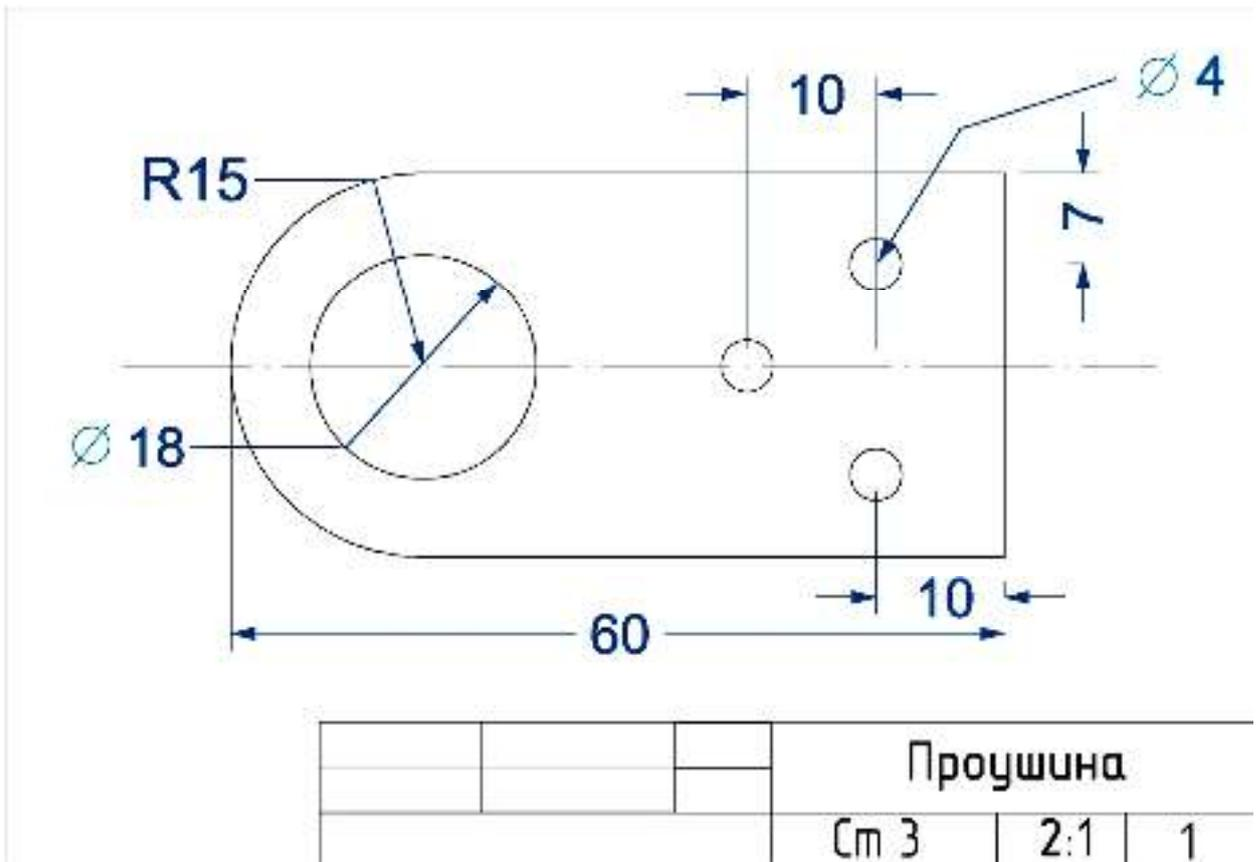

Рис. 1. Чертеж Проушина
2. По чертежу изготовить деталь Проушина (рис. 1).